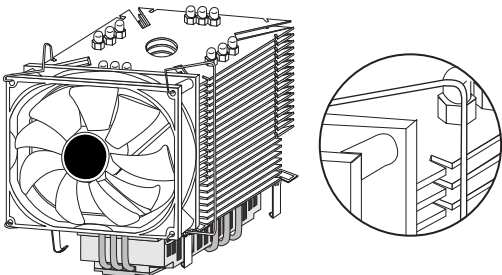

図3 [image3 / Bild3 / image3]
- 3 金具のとめ具部分を本体の切り込み部分に掛けてクーラーファンをしっかり固定して下さい。とめ具が切り込み部分にしっかり固定されていませんとクーラーファンが外れる可能性がありますのでご注意ください。(図3参照)
Hacken Sie die Lüfterklappen in die Einkerbungen im Ninja Kühlkörper, wie auf dem Bild 3 gezeigt wird. Gehen Sie sicher, dass der Lüfter fest angebracht ist und nicht zufällig abfallen oder entfernt werden kann. Verbinden Sie nun das Lüfteranschlusskabel mit dem Stecker auf dem Mainboard